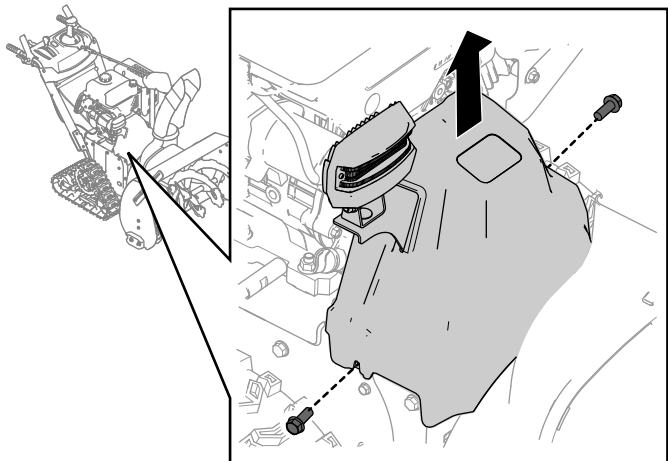

Figura 30
1. Remova os dois parafusos que prendem a cobertura da correia no sítio (Figura 30).
2. Retire a cobertura da correia (Figura 30).